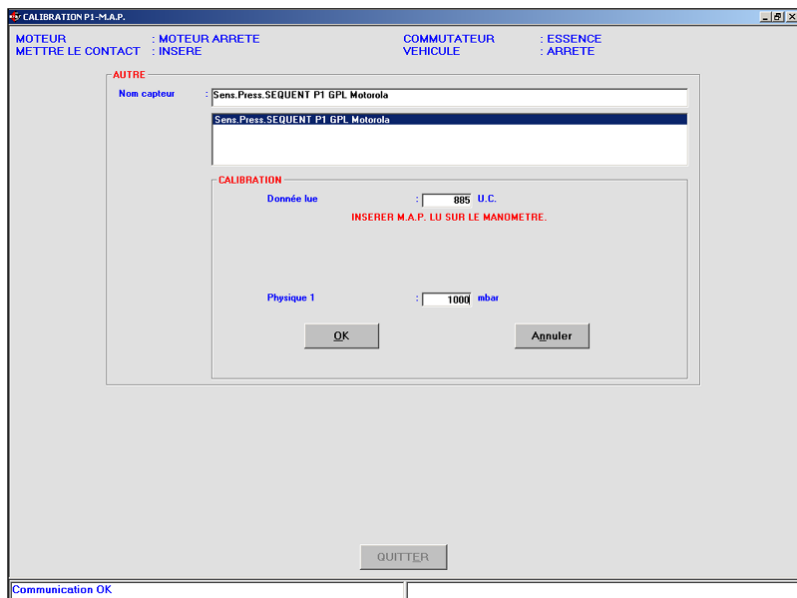

Fig. 5.13 - Mise au point – calibrage M.A.P. par manomètre extérieur, acquisition première valeur
3. Sous la rubrique Physique 1 insérer la valeur en mbar lue par le manomètre (ou par l'outil diagnostique) utilisé et appuyer sur OK (voir figure 5.13).